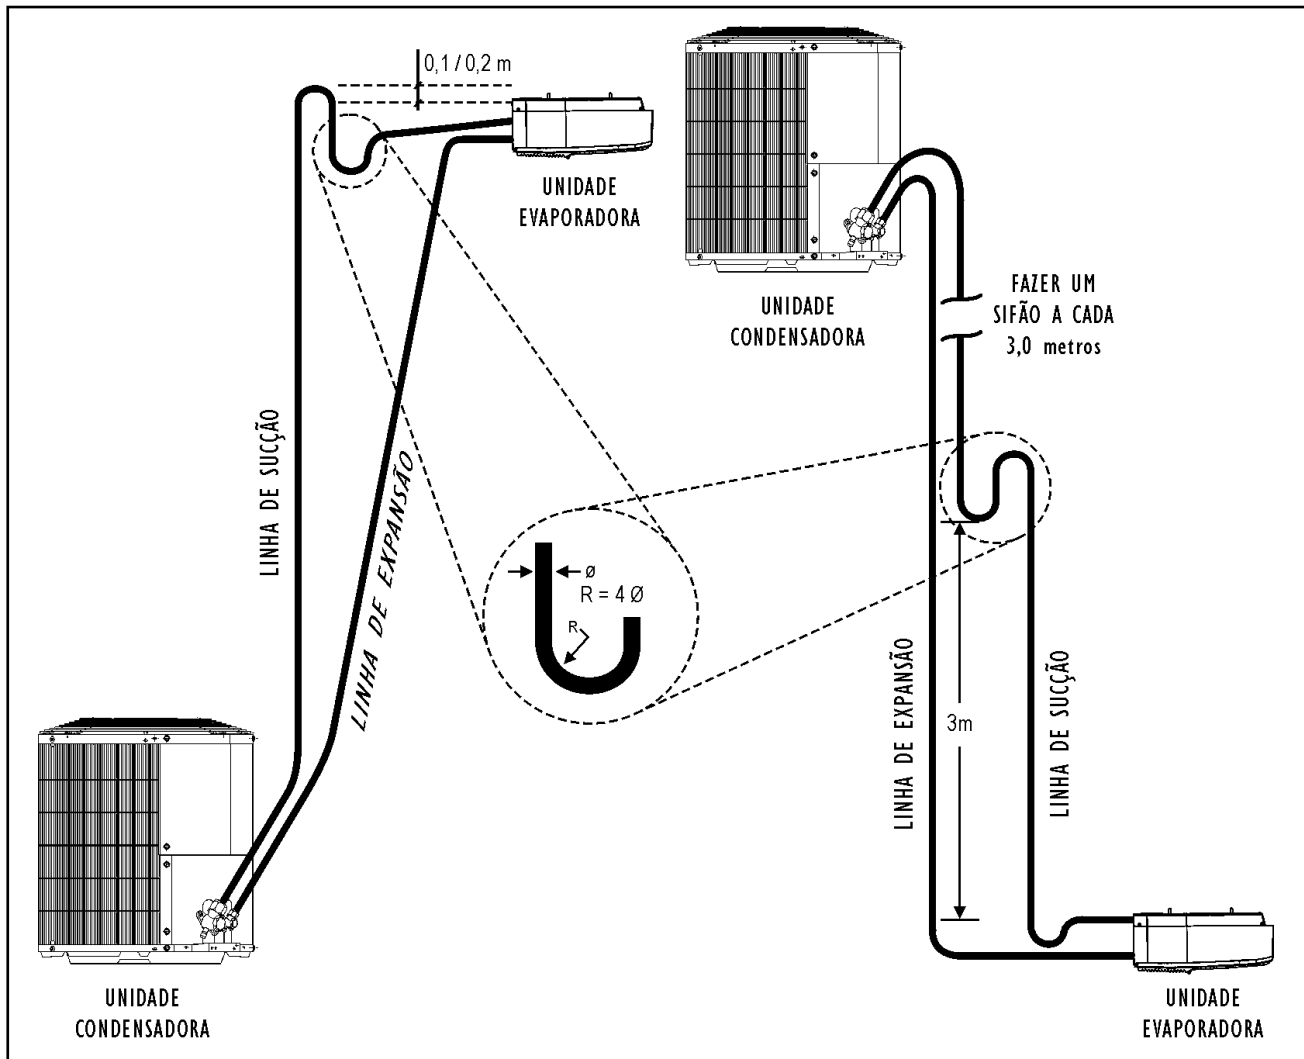

Figura 22 - Instalação linhas de interligação
- 1º Elevar a linha de expansão acima da unidade condensadora antes de ir para a unidade evaporadora (0,2 m), quando a unidade evaporadora estiver abaixo da unidade condensadora. Ver figura 22.
- 2º Elevar a linha de sucção acima da unidade evaporadora antes de ir para a unidade condensadora (0,2 m), quando a unidade evaporadora estiver acima ou no mesmo nível da unidade condensadora. Ver figura 22.
- 3º Fazer sifões nas subidas da linha de sucção, quando aplicado, a cada 3,0 m incluindo a base. Caso o desnível seja menor que 3 m faça apenas na base. Ver figura 22.
- 4º Inclinare as linhas horizontais de sucção no sentido do fluxo. Ver figura 22.